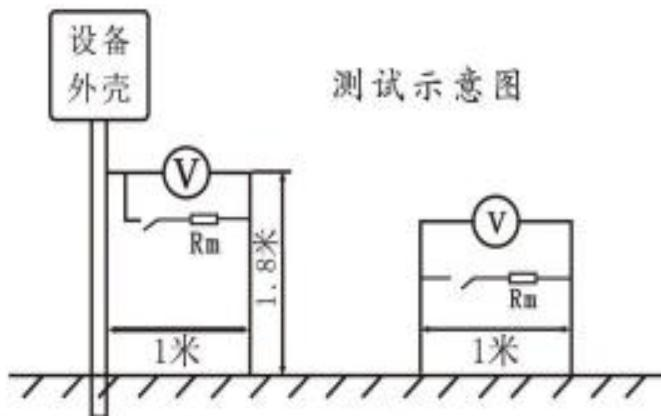

图 2 跨步电势、跨步电压、接触电势、接触电压测试示意图
- b) 两个测试盘放置距离如上图 2 所示 0.8 米~1 米(可用湿抹布将两个测试盘包裹起来，并压上重物，这样能保证测试结果更加准确)；
如上图 2 所示，电压表两端并联上等效人体的电阻  $R_m$  时，所得的值即为跨步电压，本仪器并联了  $1500\Omega$  的人体模拟电阻。按“ $\Delta \nabla$ ”键选择“跨步电压”测量功能，其他操作方法与跨步电势测量方法一样。
a) 将两根测量线带插脚两端分别插在如上图 1 绿色“电压”两个接线柱上，另外两端一端插在测试盘上（如上图 2 所示，测试盘放置在距被测物 1 米处），另一端拿在手中（如上图 2 所示，举起的垂直高度为 1.8 米）；
(9) 如上图 2 所示，电压表两端并联上等效人体的电阻  $R_m$  时，所得的值即为接触电压，本仪器并联了  $1500 \Omega$  的人体模拟电阻。按“▲▼”键选择“接触电压”测量功能，其他操作方法与接触电势测量方法一样。